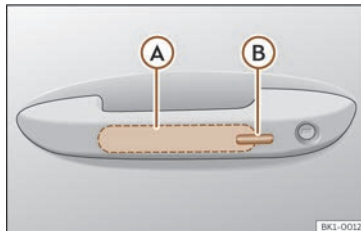

Fig. 77 Mânerul ușii: suprafețele senzorilor.
>>> **fig. 77**
- Atingeți suprafața senzorului (B) >>> **fig. 77** de pe exteriorul mânerului ușii. Toate semnalizatoarele clipeșc o dată.
- În interval de 5 secunde, atingeți senzorul din exteriorul mânerului portierei o dată >>> **fig. 77** . Nu apucați mânerul atunci când faceți acest lucru. Astfel se dezactivează temporar sistemul Keyless Access.